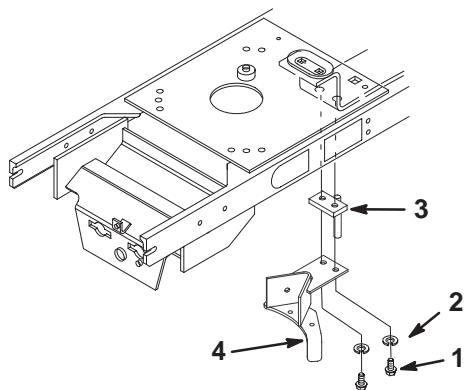

Figure 6
4. Déposez la butée d'embrayage située sur le bâti de la machine (Fig. 6).
5. Montez les nouvelles cale/butée supérieure et butée d'embrayage sur le bâti à l'aide de 2 boulons (5/16 x 1-1/2") et 2 rondelles-freins (Fig. 6).